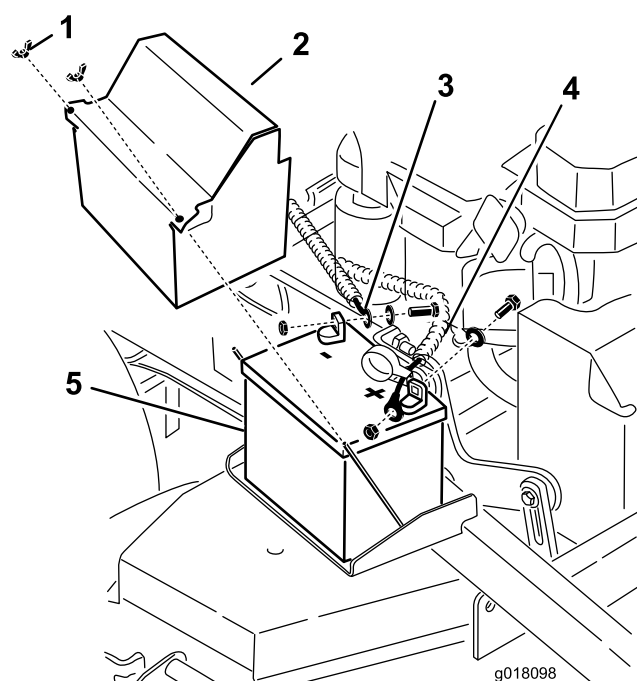

Figura 31
2. Retire la batería (Figura 31).